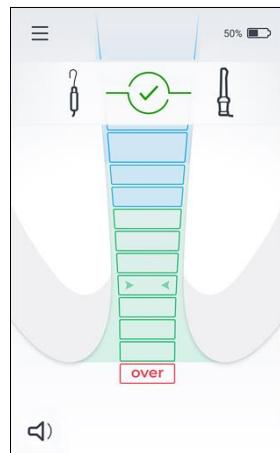

Figura 4
3. El ícono de «prueba de conexión de cable»  deberá aparecer en la pantalla (ver Figura 4)